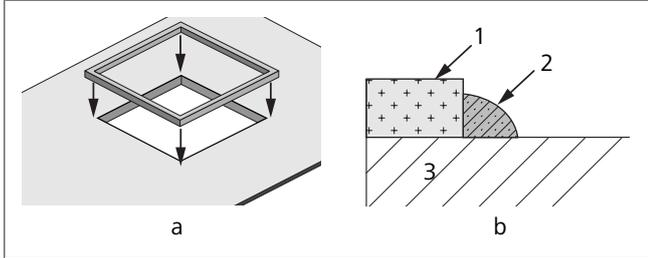
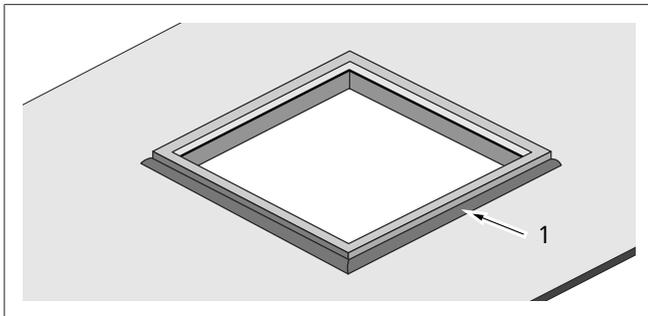

Fig. 14 CTT35, colocación de la junta en un recorte de tamaño 360 x 360 (sin bastidor adaptador)
Fig. 15 Aplicación del sellador (solo en caso de colocación de la junta sobre un recorte de tamaño 360 x 360 (sin bastidor adaptador))
1. Retire el papel de soporte y pegue la junta al techo (recorte de tamaño 360 x 360). Véase la Fig. 14 a y b.
- Para evitar fugas, aplique sellador autonivelante para techos de vehículos recreativos alrededor de la junta. Véase también la Fig. 14 b y la Fig. 15.